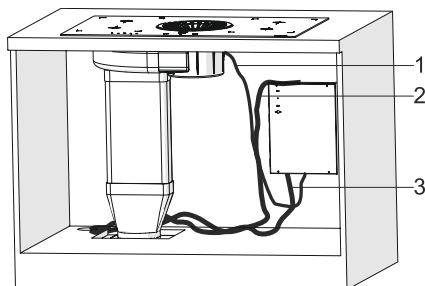

Fig. 25
11. ► Sæt nu alle kabler til (Fig. 25).